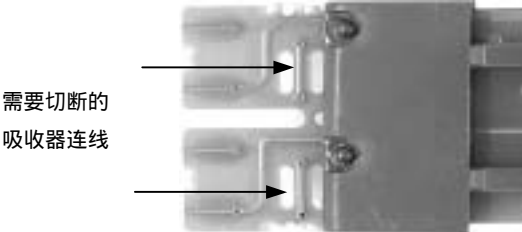

图 1-9: 双继电器模块吸收器的断开
- 3. 用小刀将吸收器连线切断。图 1-9 显示出双继电器模块的吸收器连线。